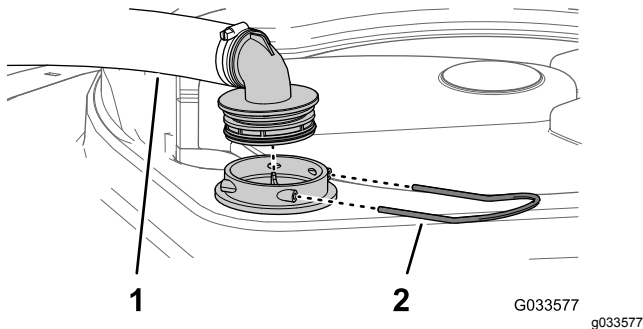

Figura 53
2. En la parte superior del depósito de fumigación, retire la horquilla de retención que sujeta el acoplamiento que está conectado a la manguera grande y al alojamiento del filtro (Figura 53).
3. Retire la manguera y el acoplamiento del alojamiento del filtro (Figura 53).